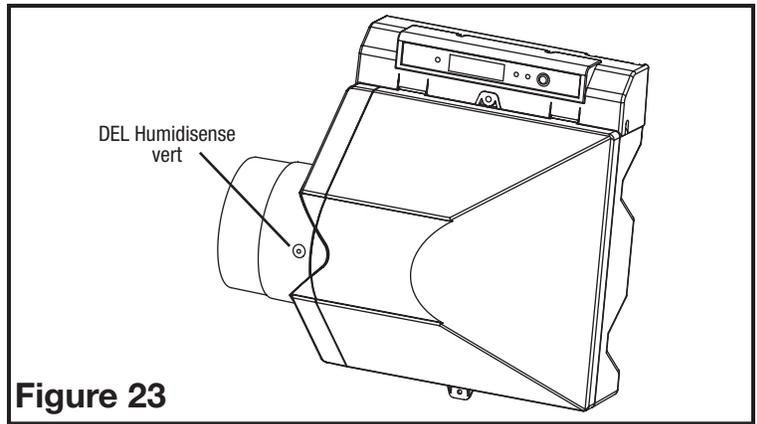

Figure 23
5. Selon votre type de chaudière, l'appareil devrait se mettre en marche environ 60 secondes après que la chaudière s'est mise dans le cycle de CHAUFFAGE. Vous serez mis au courant parce que le DEL « HUMIDISENSE » vert, à l'avant de l'appareil, s'allumera (**Figure 23**) - Si l'appareil ne se met pas en marche, référez-vous à la section de recherche des pannes du guide d'entretien.
7. Après environ 5 minutes de fonctionnement, fermez le thermostat de façon à ce que la chaudière fasse son cycle d'arrêt. IL EST IMPORTANT DE PERMETTRE À LA CHAUDIÈRE DE FAIRE SON CYCLE D'ARRÊT PAR LE THERMOSTAT ET NON PAR L'INTERRUPTEUR PRINCIPAL DE LA CHAUDIÈRE - ÉTANT DONNÉ QUE TOUTES LES CHAUDIÈRES CONTINUERONT À TOURNER POUR SE REFROIDIR AFIN DE PERMETTRE À LA CHALEUR DE CIRCULER HORS DE LA CHAMBRE DE CHAUFFAGE DE LA CHAUDIÈRE. L'humidificateur captera la baisse de température et s'arrêtera (ceci se produira, selon votre chaudière, de 60 secondes avant l'arrêt de la chaudière s'est arrêtée puisque le DEL vert « HUMIDISENSE » à l'avant de l'humidificateur s'éteindra (**Figure 23**)). Si le cycle de l'humidificateur est dérégulé, référez-vous à la section de fonctionnement de l'humidificateur ci-dessous pour ajuster les réglages de température ou choisir une autre méthode de contrôle.